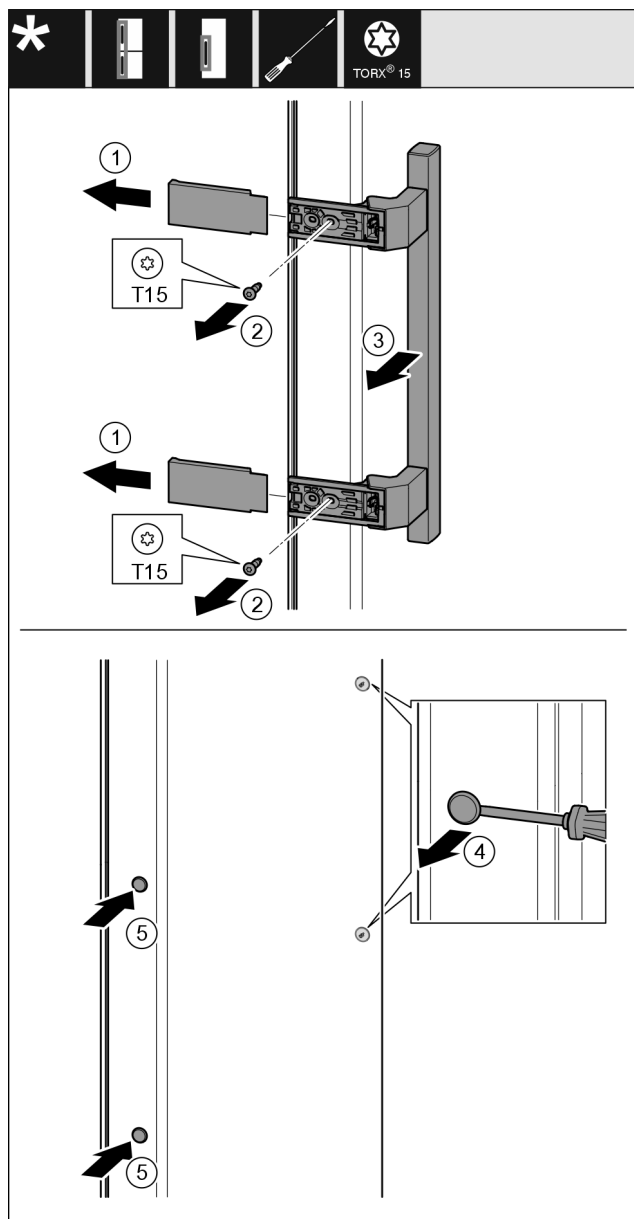

Fig. 18
- Stiahnite kryt Fig. 18 (1).
- Vyskrutkujte skrutky Fig. 18 (2) skrutkovačom.
- Odoberte držadlo Fig. 18 (3).
- Plochým skrutkovačom opatrne nadvihnite a vyberte bočnú zátku Fig. 18 (4).
- Zátku Fig. 18 (5) opäť nasadte na druhú stranu.